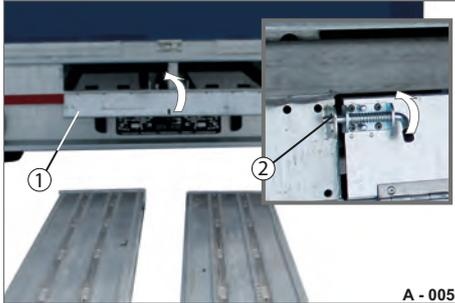

Abb. 9 Auffahrbohlen entnommen
- ▶ Klappe (Abb. 9/1) des Auffahrbohlen-Schachtes zuschließen.
- ▶ Federriegel (Abb. 9/2) in die horizontale Stellung drehen. Federriegel schnappt selbstständig (durch die Federkraft) ein. Klappe des Auffahrbohlen-Schachtes ist verriegelt.